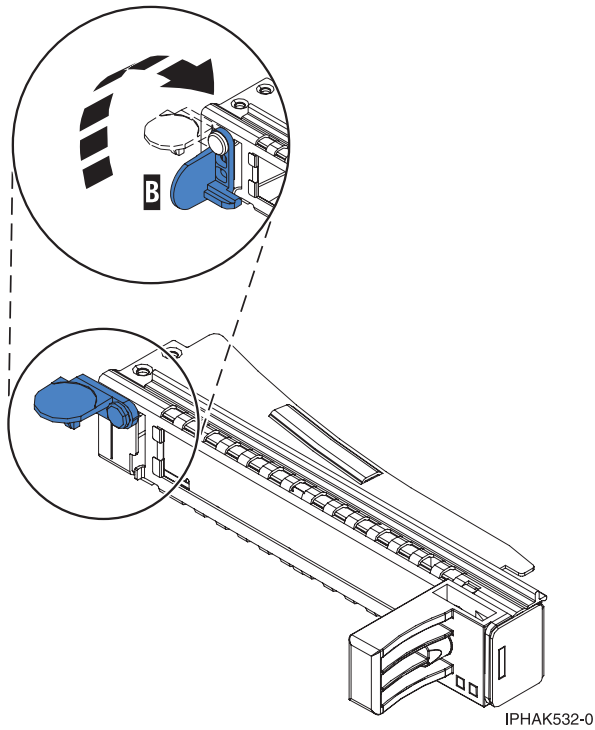

Figure 36. Ouverture du levier de blocage de la contre-poupée
- a. Pour débloquer la contre-poupée d'obturation, faites pivoter le taquet **(B)** sur l'extrémité de contre-poupée de la cassette, comme illustré dans la figure 36, à la page 34.